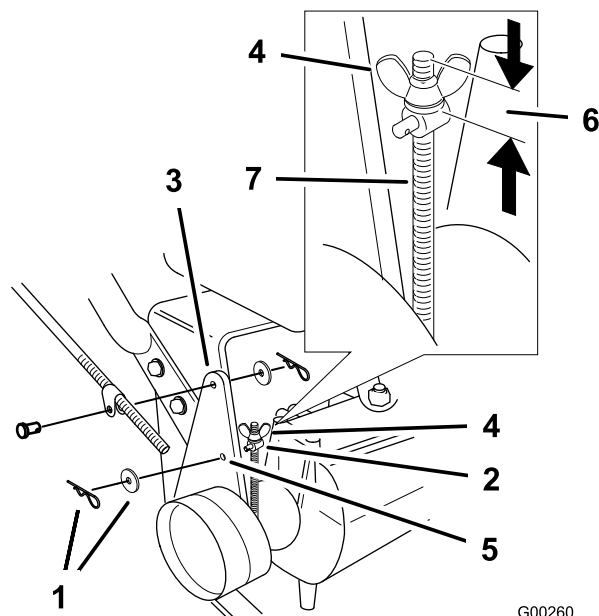

Figura 45
Nota: Para el ajuste inicial, ajuste la tuerca de orejeta hasta que se encuentre a 32 mm (1-1/4 pulg.) de la parte superior de la varilla (Figura 45).
5. Para ajustar el freno, retire el pasador de horquilla y la arandela de la palanca de freno y el muñón (Figura 45).
8. Coloque el muñón en el taladro F (Figura 45). Apriete la tuerca de orejeta.
9. Fije el muñón en la palanca de freno con la arandela y el pasador de horquilla (Figura 45).